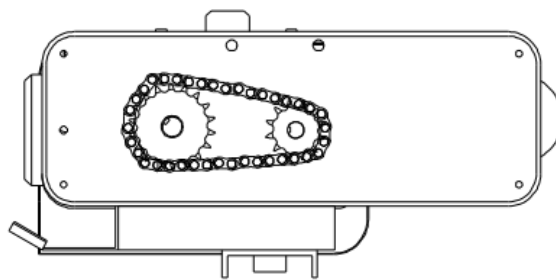

Рис. 5-3
3.1 Откройте крышку под подъемным устройством, осторожно смажьте приводной цепи маслом (Рис. 5-3) (рекомендуется проводить смазку каждый месяц).